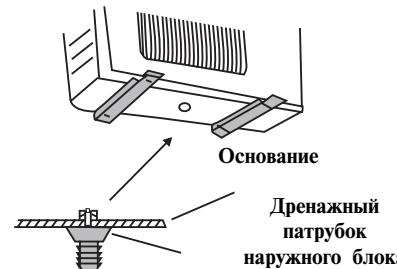

Рис. 9
- Полностью откройте жидкостный и газовый вентили (см. рис. 9).